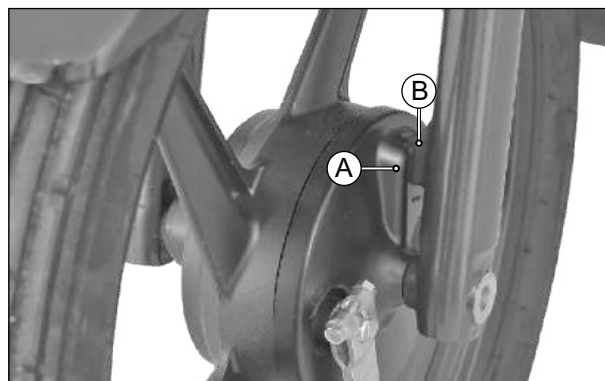

Fig. 6.20
- Certifique-se de que a ranhura do espelho do freio (A) esteja encaixada na saliência do garfo esquerdo (B). (Fig. 6.20)